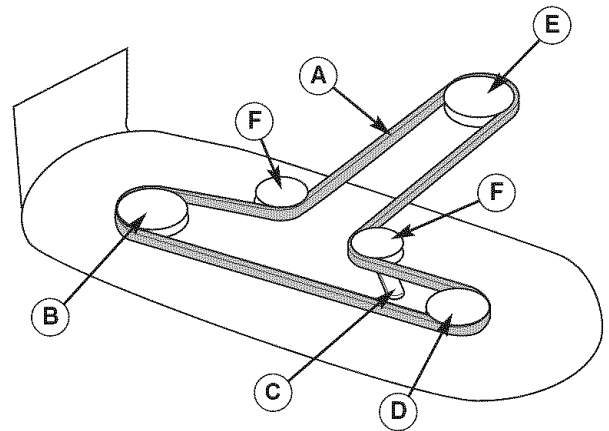

Figura 38. Disposición de Banda de PTO
2. Use el brazo de la polea tensora (C, Figura 38) para liberar la tensión en la banda y quitar la banda de tracción de la podadora (A) de la polea de PTO (E).
4. Instale la banda nueva (A) como se muestra en la Figura 38.